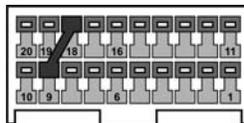

Рис. 7 Разъём иммобилайзера
- 3.9** Убедитесь, что при отсутствии иммобилайзера существует перемычка между 9 и 18 клеммами разъёма иммобилайзера. Если перемычка отсутствует, установите её (см. **Рис.7**).